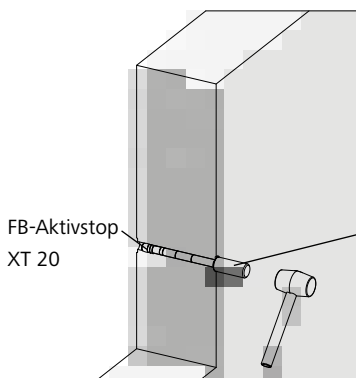

Abb. 78.4
3. FB-Aktivstop mit Einschlaghilfe (im FB-Aktivstop XT 20 Set enthalten) und Hammer weiterschlagen (Abb. 78.4). Für die korrekte Positionierung des FB-Aktivstop im Ankerloch sind Markierungsringe an der Einschlaghilfe für die Wandstärken 15, 20, 24, 25 und 30 cm vorhanden. Sie wird hierzu, abhängig von der Wandstärke, am entsprechenden Markierungsring gekürzt. Die Einschlaghilfe muss bis zum Anschlag eingeschlagen werden (Abb. 78.4).